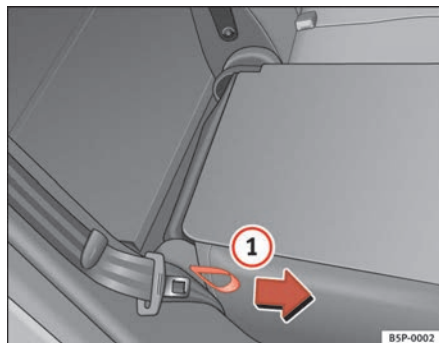

Fig. 99 Abatir o levantar el respaldo de los asientos posteriores
- Tire del lazo situado en el lateral del asiento ⇒ fig. 99 (1)